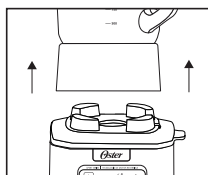

Fig. 19
1. Soulever le bocal de la base directement vers le haut, retirer le couvercle et vider le bocal. (Fig. 19)